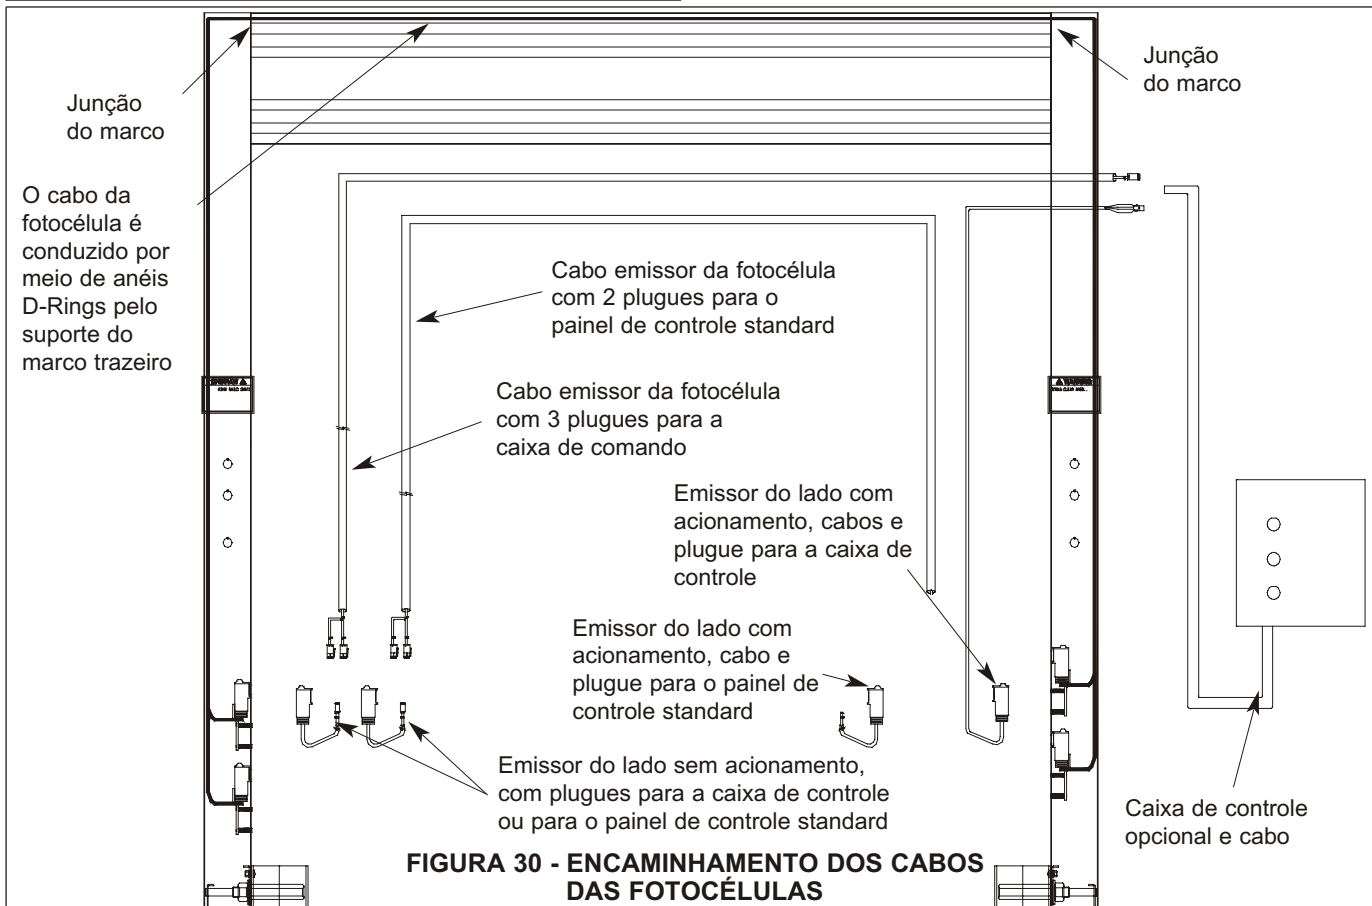

FIGURA 30 - ENCAMINHAMENTO DOS CABOS DAS FOTOCÉLULAS
3. Conecte o cabo da estrutura lateral sem acionamento ao cabo do marco superior. Conecte o cabo do marco superior e o cabo da estrutura lateral com acionamento no cabo da caixa de controle, figura 30.
4. O LED amarelo deve acender quando o emissor é ligado caso contrário verifique as conexões, figura 30.
Para a instalação do feixe de luz com a caixa de controle, todas as fotocélulas deverão ter conectores para interligar aos cabos que seguem para a caixa de comando. **Figura 30.**
Para a instalação do feixe com o painel de controle standard, as fotocélulas interligar ao cabo que volta ao painel de controle e as fotocélulas do lado com acionamento da estrutura lateral, serão conectados diretamente ao painel de controle, **figura 30.**